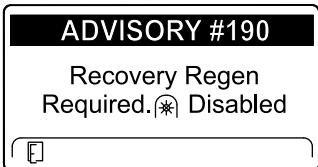

Bild 70
- Recovery regeneration required – power takeoff disabled ADVISORY #190 (Bild 70)